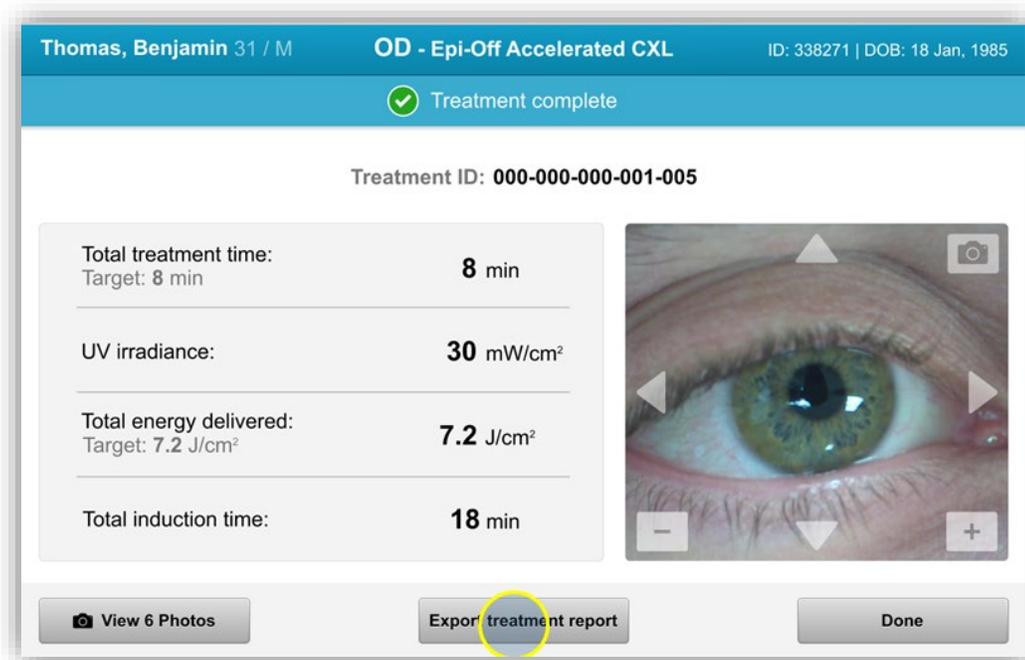

Abbildung 3-40. Behandlungsbericht exportieren
- Wählen Sie „Behandlungsbericht exportieren“ (Export treatment report), um den Bericht auf einem USB-Laufwerk zu speichern (Abbildung 3-40).